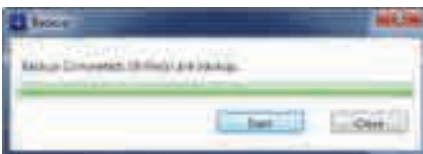

Рис. 6-32 Диалоговое окно Backup (Резервное копирование)
6. После завершения резервного копирования нажмите **Close** [Закреть] (см. Рис. 6-32 на стр. 279).